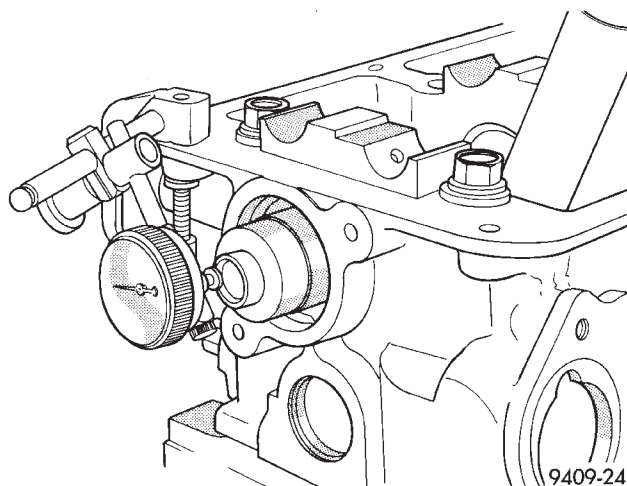

Abb. 41 Axialspiel der Nockenwelle
(1) Nockenwellen-Lagerzapfen ölen und Nockenwelle ohne Kipphebel einbauen.
(2) Nockenwelle mit einem geeigneten Werkzeug so weit wie möglich nach hinten schieben.
(3) Meßuhr auf Null stellen (Abb. 41).
(4) Nockenwelle so weit wie möglich nach vorn schieben.
(5) Axialspiel: 0,1 - 0,2 mm (0,004 - 0,008 Zoll).